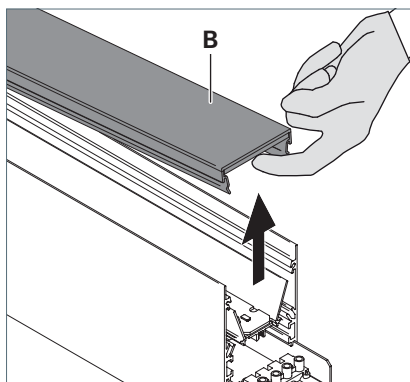

Fig. 18: Retirer le diffuseur.
- ▶ Retirez le diffuseur **B** du côté de la sortie de lumière directe, voir Fig. 18.